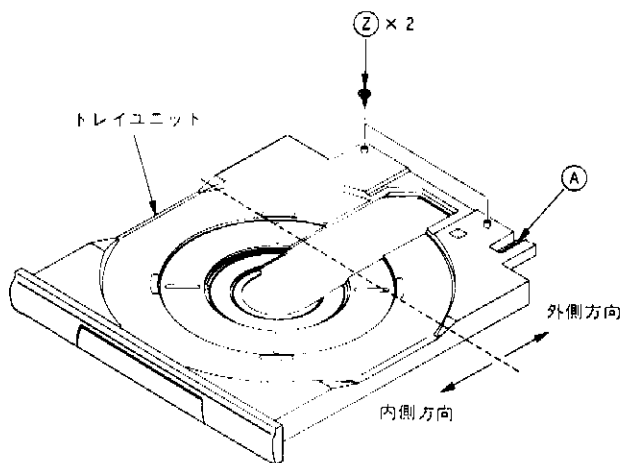
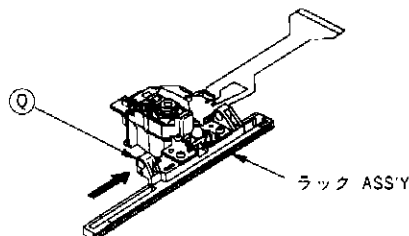

図1-1
図1-3
1. 抜け止め用のネジ② (2本) をはずす (図1-1)。
3. トレイユニットの後部右側のフック④ (図1-1) を左に押しつけながらトレイユニットを引き抜く。
2. ピックアップAss'yのレンズ位置が図1-1の破線で示した位置より外側に停止している事を確認する。
破線より内側に停止している場合は、ラック Ass'yの⑨部 (図1-3) を指でゆっくり押して、ピックアップ Ass'yのレンズ位置が図1-1の破線で示した位置の外側になるように移動する。
3. ラックAss'yの④部 (図1-3) を指でゆっくり押して、ピックアップAss'yのレンズ位置が図1-1の破線で示した位置より外側になるように移動する。